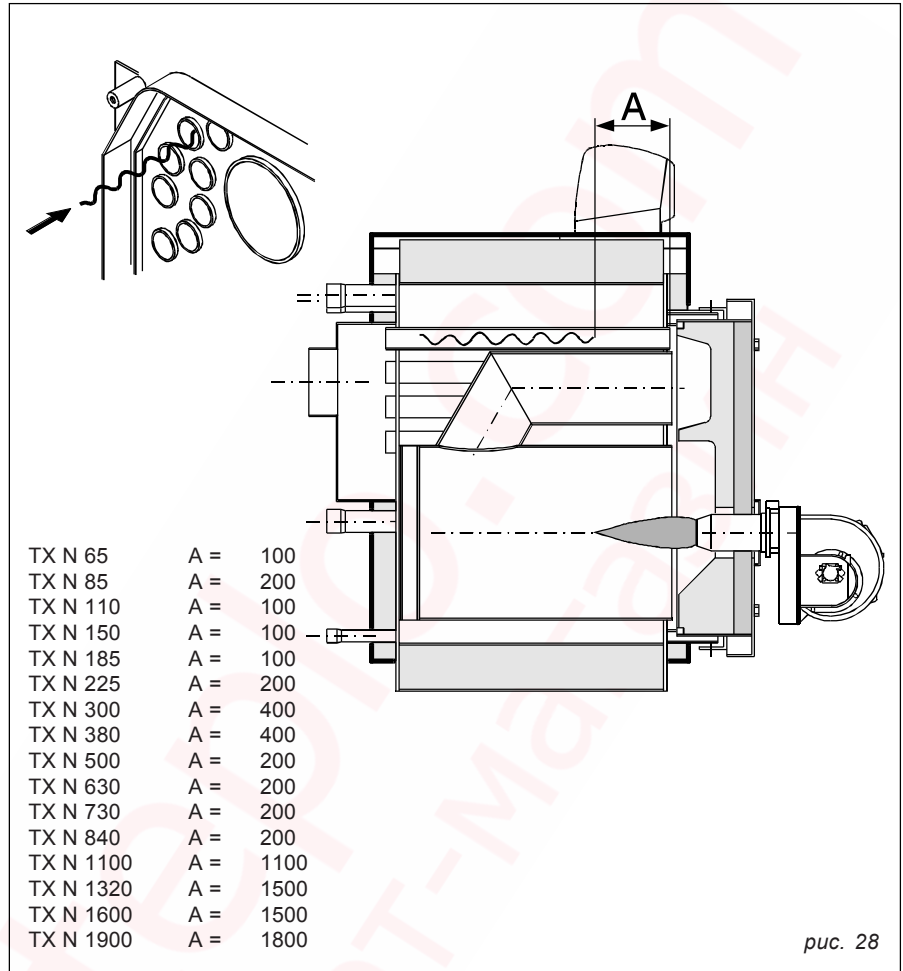

рис. 28
- турбулизаторы правильно установлены в соответствующих трубах газопроводов (см. рис. 28);